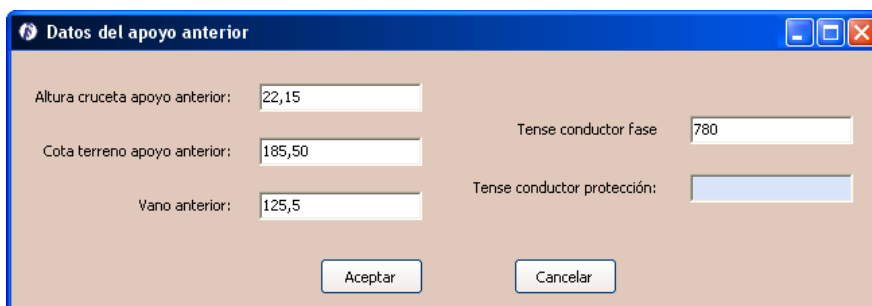

Figura 5.71. Datos del apoyo anterior
- Apoyo anterior al primero, esta opción solo aparece si cambiamos la función del primer apoyo de la línea de fin de línea a cualquier otra función. La pulsamos y aparece (Figura 5.71) una ventana que permite introducir los datos del apoyo anterior al primer apoyo de la línea.